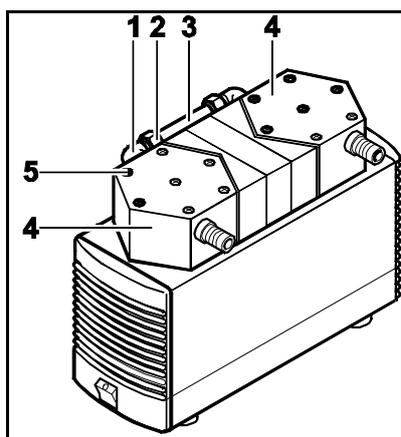

Fig. 7: smontaggio della testata
3. Allentare le viti esterne (fig. 7/5) delle testate.